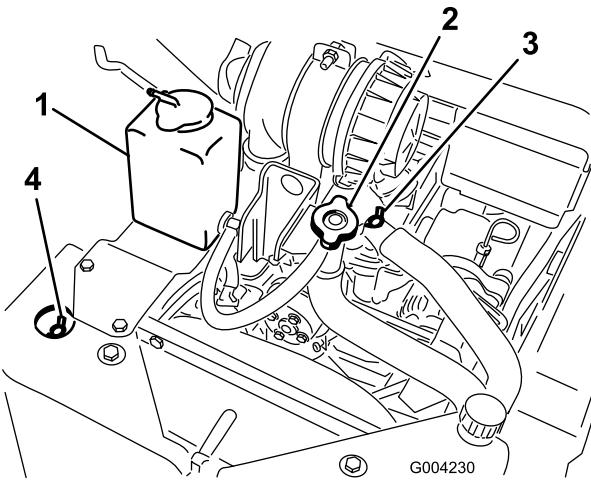

Figura 20
- A. Rimuovere il tappo di riempimento del refrigerante (Figura 20).
- B. Aprire le valvole di spurgo del refrigerante anteriore e superiore (Figura 20).
- C. Versare il refrigerante nel collo del bocchettone finché il refrigerante non inizia a fuoriuscire dalla valvola di spurgo anteriore (Figura 20).
- D. Chiudere la valvola di spurgo anteriore (Figura 20).
- E. Versare il refrigerante nel collo del bocchettone finché il refrigerante non inizia a fuoriuscire dalla valvola di spurgo superiore (Figura 20).
- F. Chiudere la valvola di spurgo superiore (Figura 20).
- G. Versare il refrigerante nel collo del bocchettone finché non si vede salire il livello del refrigerante nel collo del bocchettone (Figura 20).
- H. Montare il tappo di riempimento del refrigerante (Figura 20).
- I. Aggiungere il refrigerante nel serbatoio di espansione finché non raggiunge la linea di pieno sul lato del serbatoio (Figura 20).